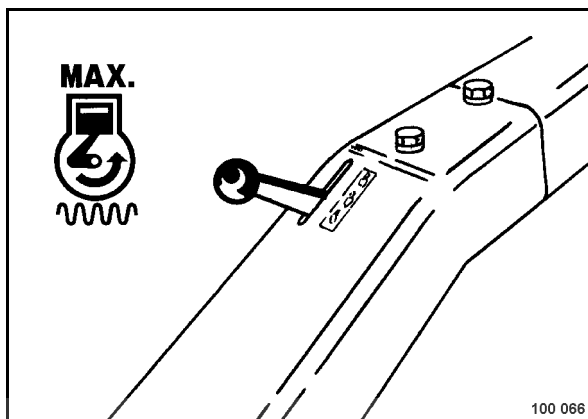

fig. 15
- Positionner le levier de réglage du régime (fig. 15) sur "MAX".